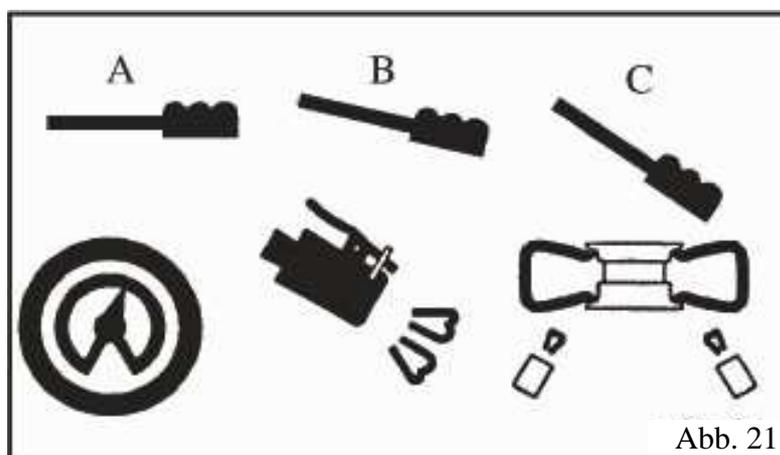

Abb. 21
- Das Pedal in die Zwischenposition absenken (B - Abb. 21)
- Wenn der Wulst des Reifens aufgrund seiner Steifheit nicht korrekt positioniert ist, manuell den Reifen erheben, bis der obere Wulst an der Felge anliegt, dann das Pedal ganz durchdrücken (C - Abb. 21). Ein starker Luftstrahl strömt durch die Düsen in den Führungen und dies begünstigt die Positionierung der Wulste.
- Die Reifen loslassen; das Pedal in die Zwischenposition bringen (B - Abb. 21) und das Aufpumpen des Reifens mit kurzen Luftstößen fortsetzen; dabei ständig den Druck zwischen einem Luftstoß und dem anderen bis zum Erreichen des erforderlichen Drucks kontrollieren.